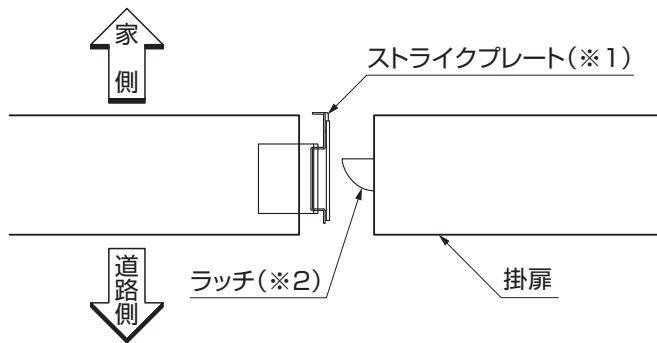

図3-1
- 内開きの場合は、ストライクプレートの曲げ側(※1)が家側に、外開きの場合は道路側にむけて取付けてください。(図3-1参照)